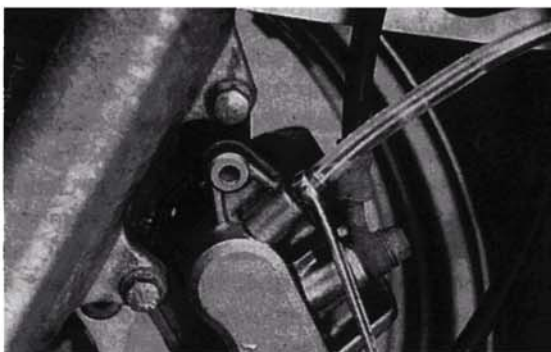

Bild 29
- Deckel des Bremsflüssigkeitsbehälters samt Membran entfernen und passenden, durchsichtigen Schlauch über das Entlüftungsventil am Bremszylinder stülpen, der in einem Glas- oder Metallgefäß endet (Bild 29), und mit Schlüssel SW 8 Entlüftungsventil öffnen.